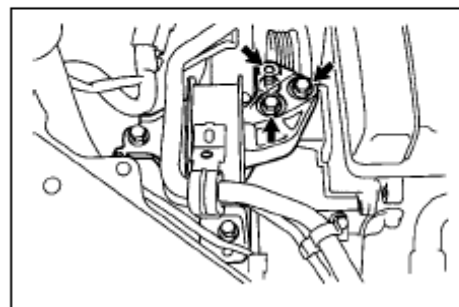

Рис. 26
- (1) С помощью подъемного оборудования немного поднимите двигатель;
- (2) Открутите 2 болта и отсоедините правое крепление двигателя (см. Рис. 26);
- (3) Открутите 2 болта и отсоедините левое крепление двигателя;
- (4) Открутите 1 болт и 3 гайки и отсоедините заднее крепление двигателя;
- (5) Снимите блок двигателя вместе с ведущим мостом и установите их на пол;
- (6) Поднимите кузов.